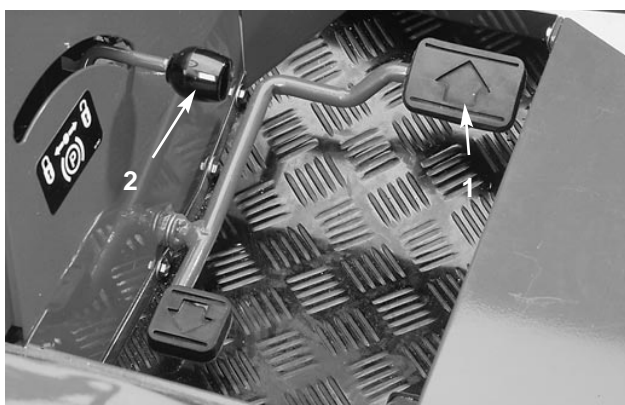
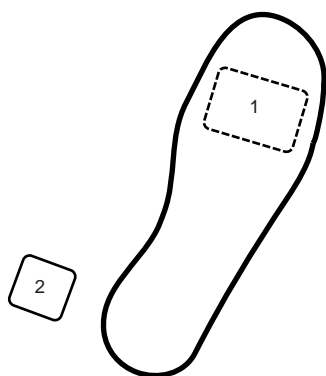

Fig. 6
Fig. 7
**Pedale di comando della trazione** (Fig. 6)—Il pedale di comando della trazione viene utilizzato per: 1) marcia avanti; 2) marcia indietro; 3) arrestare la macchina. Usare la punta o il tallone del piede destro per premere la parte superiore del pedale e fare marcia avanti, oppure la parte inferiore per fare marcia indietro o agevolare l'arresto durante la marcia avanti. Per arrestare la macchina lasciare che il pedale ritorni in folle, oppure metterlo in folle. Durante la marcia avanti non appoggiare il tallone in posizione di retromarcia (Fig. 7).
**Freno di stazionamento** (Fig. 6)—Quando il motore è spento è necessario innestare il freno di stazionamento per impedire il movimento accidentale della macchina. Il freno di stazionamento si innesta tirando indietro la leva. Dopo avere rilasciato il freno di stazionamento, e prima di fare marcia avanti, spostare leggermente indietro il tosaerba per rilasciare i freni.